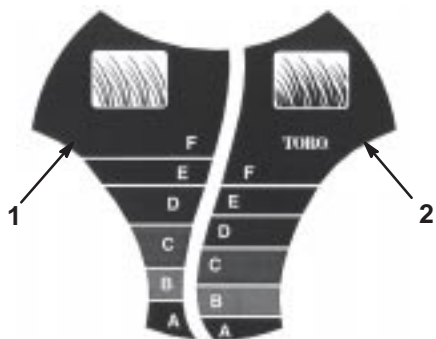

Figure 14
Le système SmartWheel™ comporte deux échelles de coupe : Clairesemée/ normale et Drue – de manière à garantir une hauteur de coupe adaptée quelle que soit la nature de l’herbe (Fig. 14). Utilisez principalement l’échelle Clairesemée/ normale pendant les mois d’été. L’échelle Drue est utilisée de préférence quand l’herbe est drue et humide, généralement au printemps.
2. Amenez la tondeuse sur la surface de travail, arrêtez-vous quand le dessin **SmartWheel** est vertical sur l'une des roues arrière (Fig. 14).